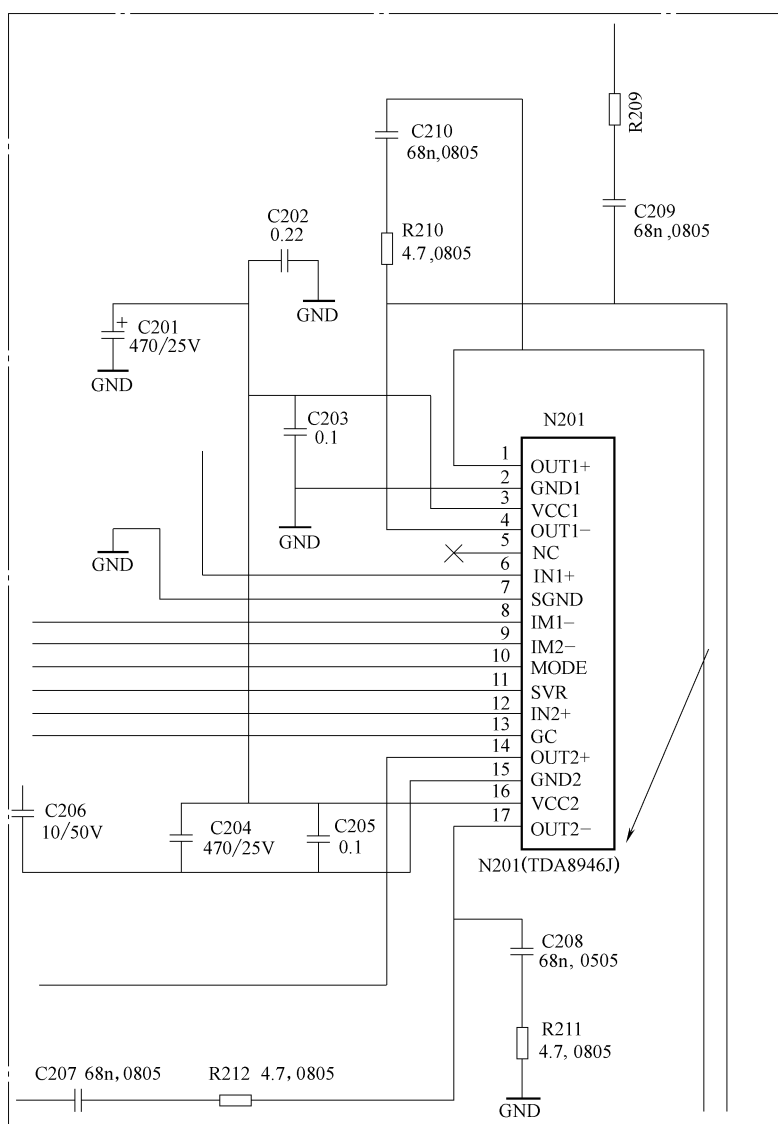

图 5-91 N201 (TDA8946J) 相关电路截图
- 2) N201 (TDA8946J) 相关电路截图如图 5-91 所示。